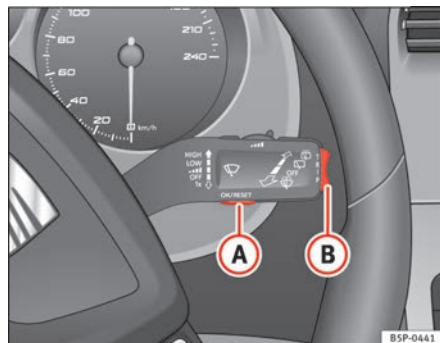
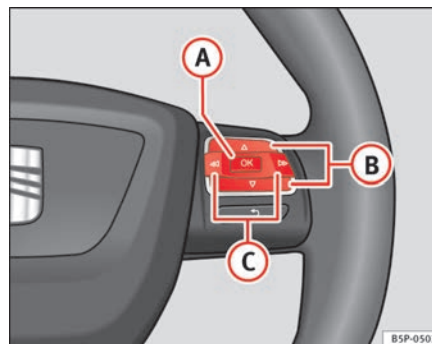

Fig. 43 Palanca del limpiacristales: tecla A para confirmar opciones del menú y tecla basculante B para cambiar de menú
Fig. 44 Mandos en volante: tecla A para confirmar opciones del menú y teclas B para cambiar de menú
⇒ página 66, fig. 44 hasta que lo visualice en la pantalla. Ya está dentro de este menú.
- Para cambiar de una memoria a otra, pulse brevemente la tecla **A** ⇒ **página 66, fig. 43** ⇒ página 66 de la palanca del limpiacristales o la tecla **OK** del volante multifunción ⇒ **página 66, fig. 44** ⇒ página 66 con el encendido conectado.
En el indicador multifunción puede consultar los siguientes datos accionando la tecla basculante **(B)** ⇒ **página 66, fig. 43** ⇒ página 66 de la palanca del limpiacristales o pulsando la tecla **(Δ)** o **(▽)** ⇒ **página 66, fig. 44** del volante multifunción*.